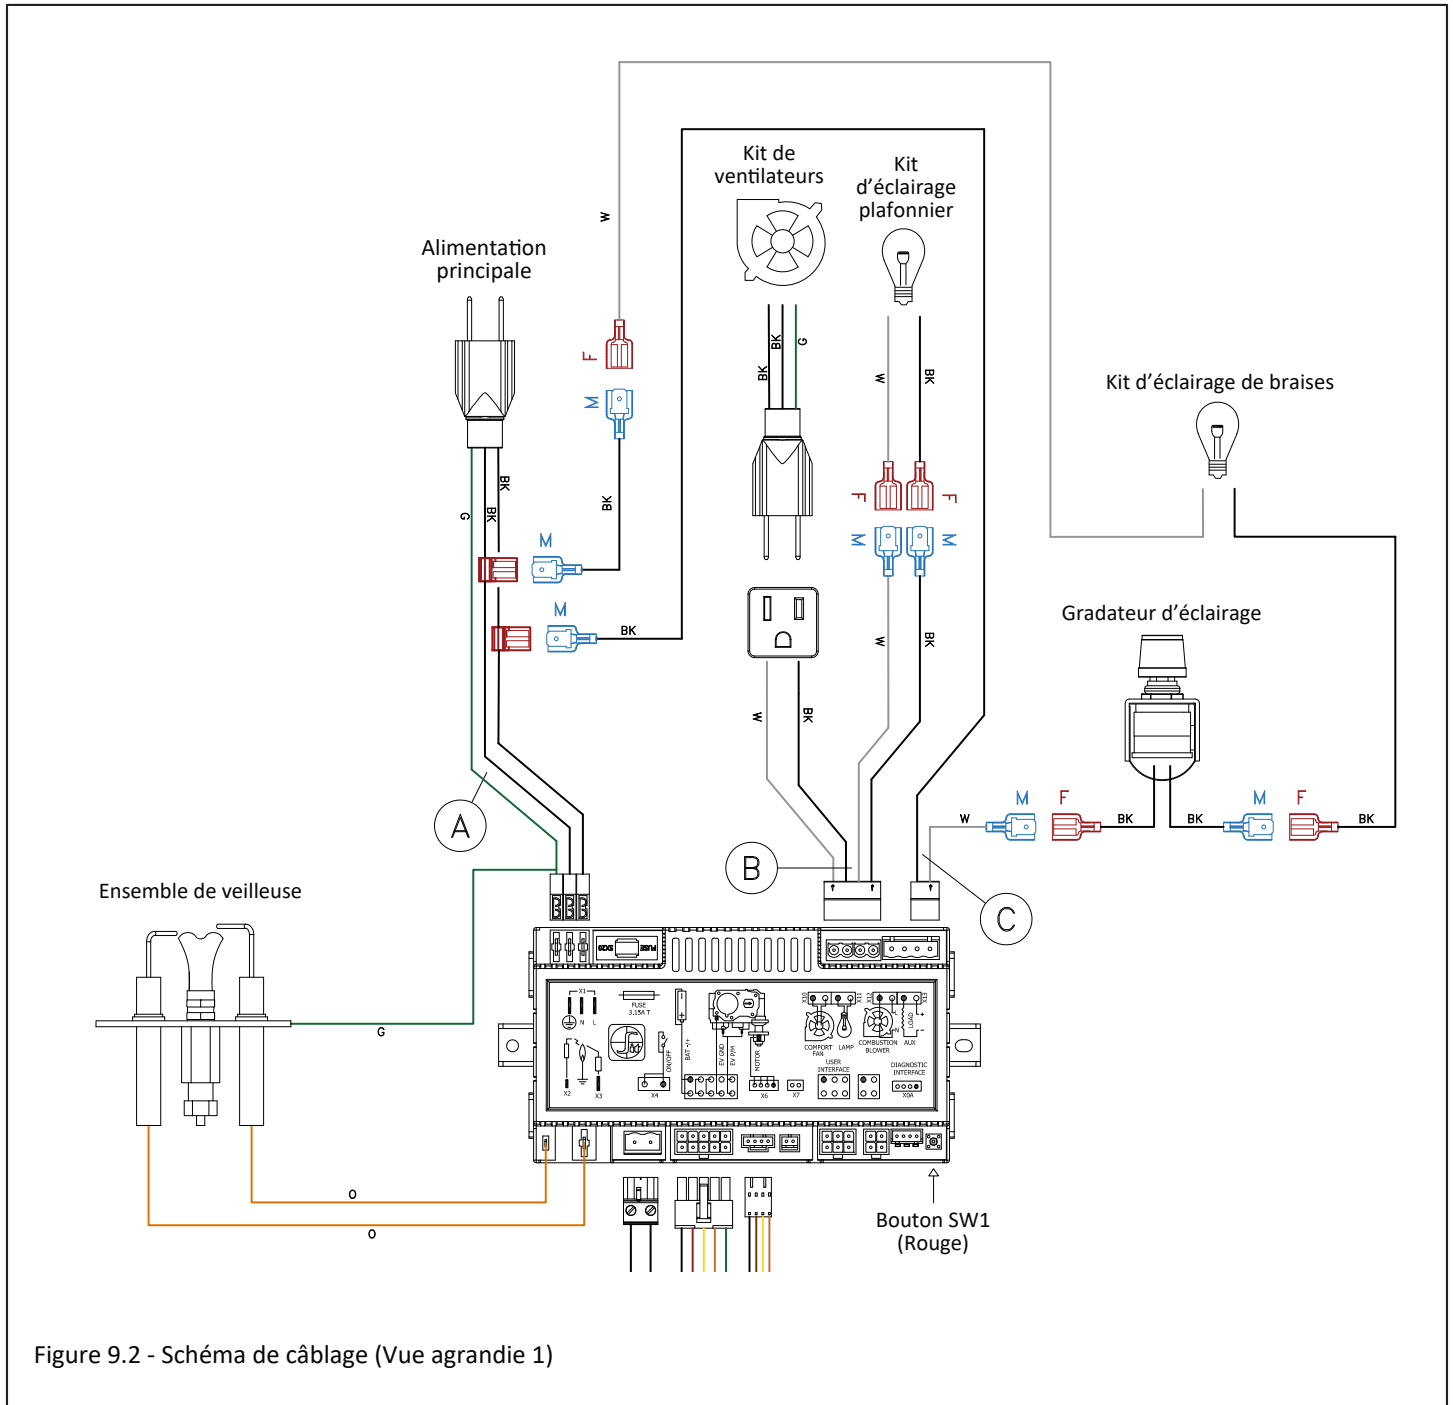

Figure 9.2 - Schéma de câblage (Vue agrandie 1)
- La Figure 9.2 montre une vue agrandie du schéma de câblage. Cette figure montre le cordon d'alimentation principale, le kit de ventilateurs en option, le kit d'éclairage plafonnier, le kit d'éclairage de braises et l'ensemble de veilleuse.